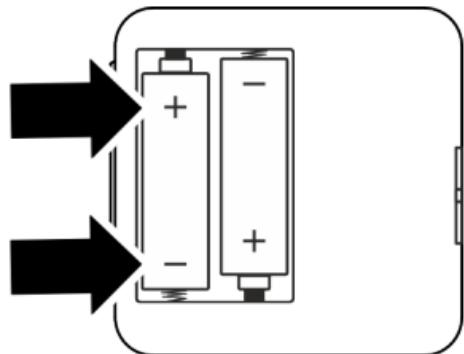

Fig. 4: Insertion des piles
6. Insérer les 2 piles alcalines de type 1,5 V AA LR6 dans le couvercle du boîtier en respectant la polarité (Fig. 4).
8. Insérer les 2 piles alcalines de type 1,5 V AA LR6 dans le couvercle du boîtier en respectant la polarité (Fig. 4).